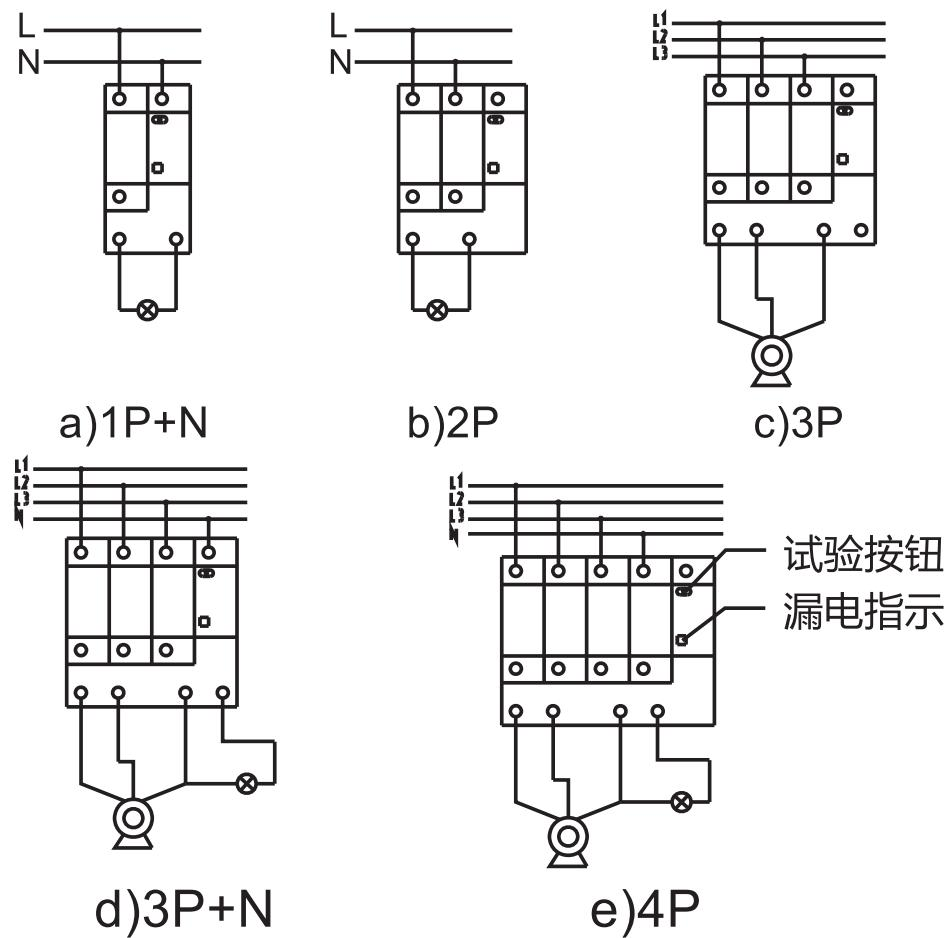

图1
4 严格按照图1接线图配线安装；
5.5 接线示意图：见图1 (a~e)